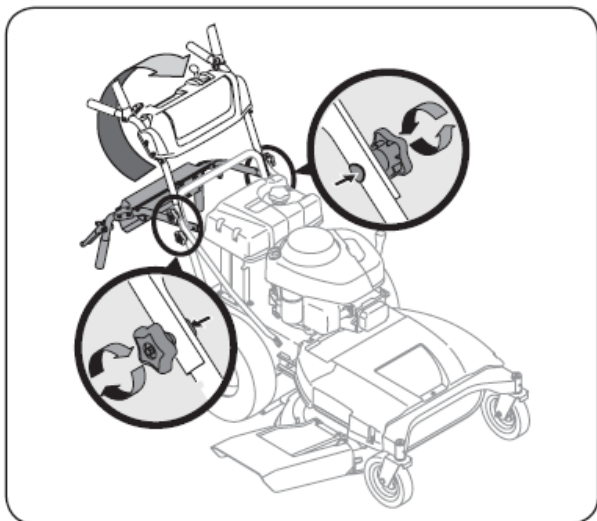

Figure 3-4
2. Faites pivoter la poignée supérieure à la position de fonctionnement. Soyez prudent pour ne pas plier les câbles. Consultez la Fig. 3-4.
4. Serrez les poignées étoile supérieure et inférieure et les vis de carrosserie pour fixer solidement la poignée supérieure à la poignée inférieure. Voir la Fig. 3-4.